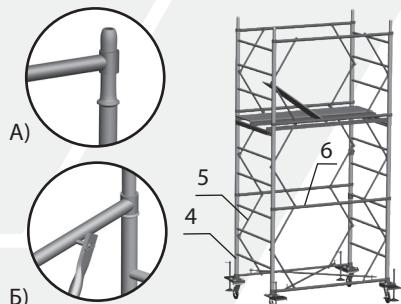

рис. 3
- Установить лестницы (4), соединить их гантелями секции (6) (рис. 3 А). Соединить гантелями секции стяжками секции (5) с боковыми флагковыми замками гантели базы (рис. 3 Б).